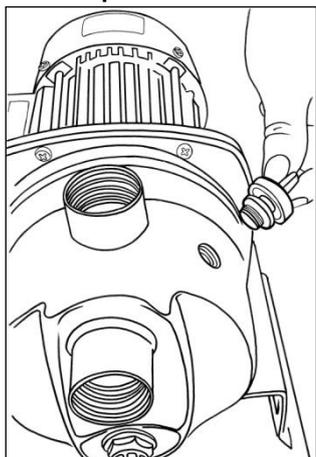

Рис.4 Заливное отверстие
3. Заполнить насос и всасывающую магистраль водой через заливное отверстие, отвинтив для этого, а затем завинтив пробку, находящуюся в верхней части насоса (рис.4). В отсутствии заливной пробки, заполнение водой входной магистрали происходит через выходное отверстие.